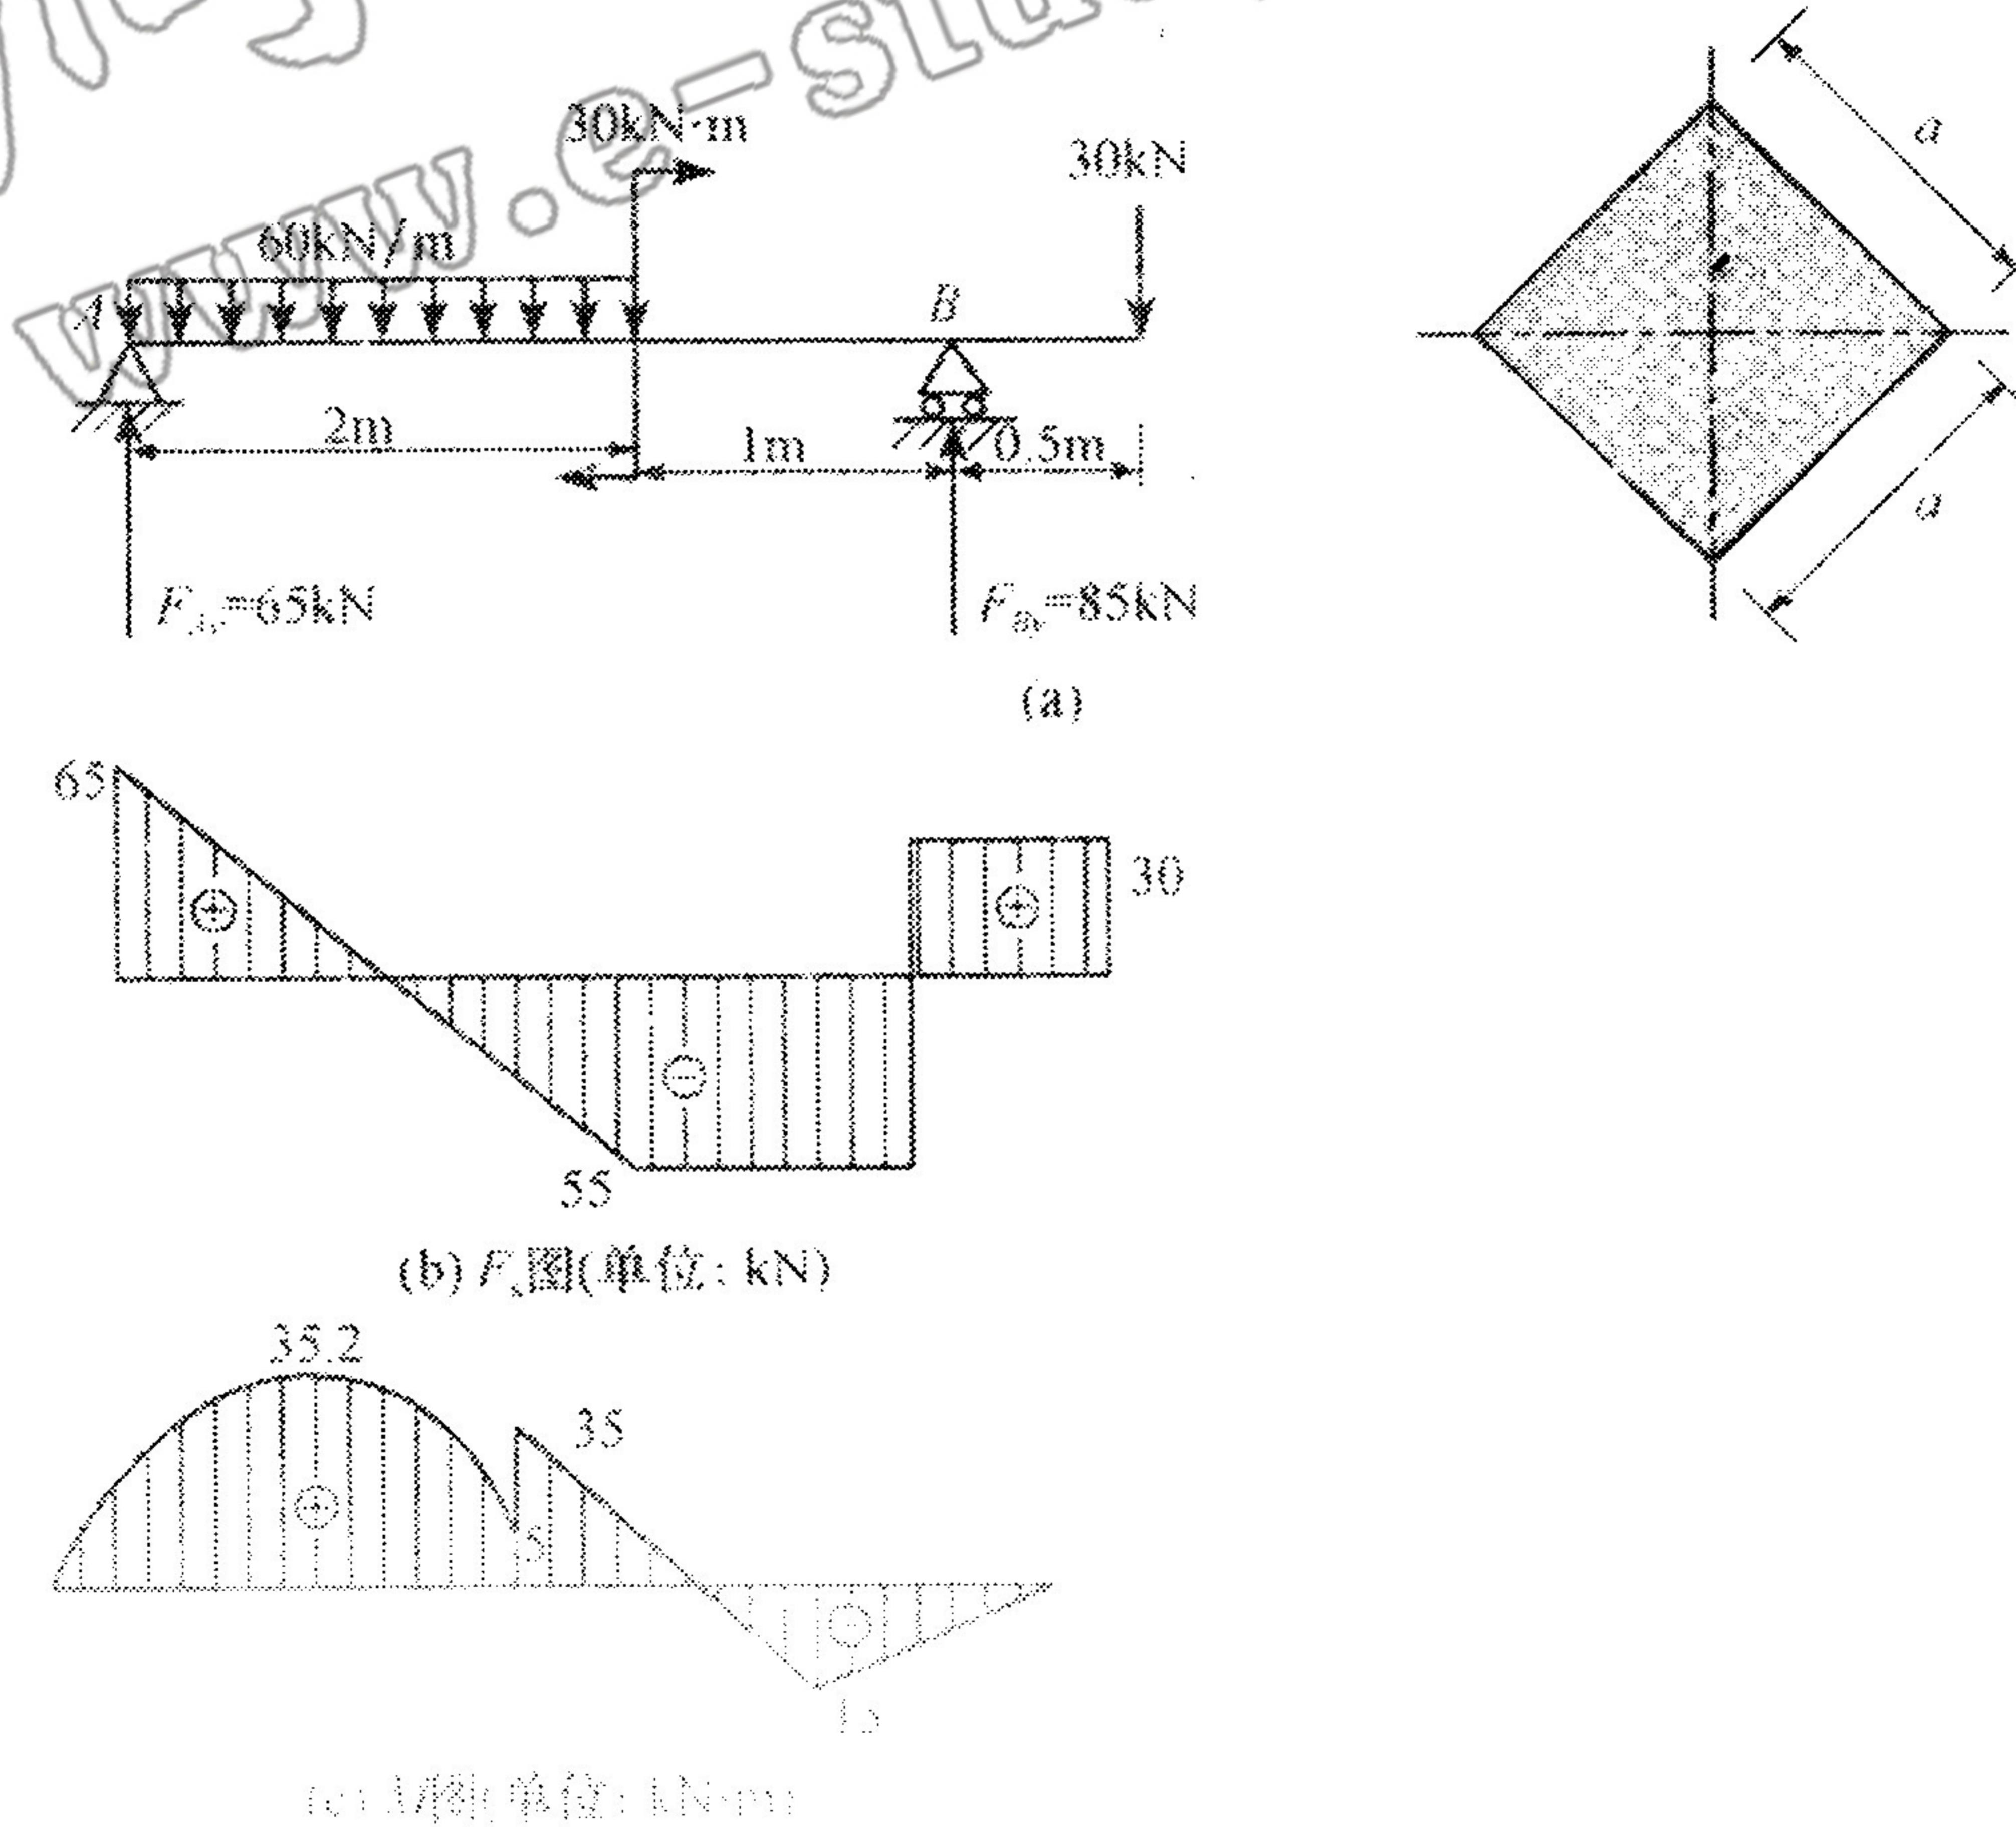

图 7.10
2. 绘图 7.10(a) 所示梁的剪力图和弯矩图, 梁截面为正方形, 边长 $a=30\text{cm}$ 。求梁中最大正应力。
(1) 作内力图。根据平衡方程 $\sum M_A = 0$, 即 $F_{By} \times 3 = 30 \times 3.5 + 30 + 120 \times 1$ 得 $F_{By} = 85\text{kN}$, $\sum F_y = 0$ 得 $F_{Ay} = 65\text{kN}$ 。作剪力图如图 7.10(b) 所示, 在 $x = \frac{65}{60}\text{m}$ 处 F_s 为零, 则在该面上的弯矩 $M\left(\frac{65}{60}\right) = 65 \times \frac{65}{60} - \frac{1}{2} \times 60 \times \left(\frac{65}{60}\right)^2 = 35.2\text{kN} \cdot \text{m} = M_{\max}$, 该面即为危险截面。
(2) 求最大正应力。截面为正方形, 其任意形心轴即为主形心惯性轴且对任意形心主惯性轴的惯性矩恒等, 即 $I_y = I_z = I_{y'} = I_{z'} = \frac{a^4}{12}$, 而 $y_{\max} = a \times \cos 45^\circ = \frac{a}{\sqrt{2}}$ 。代入弯曲正应力公式, 得